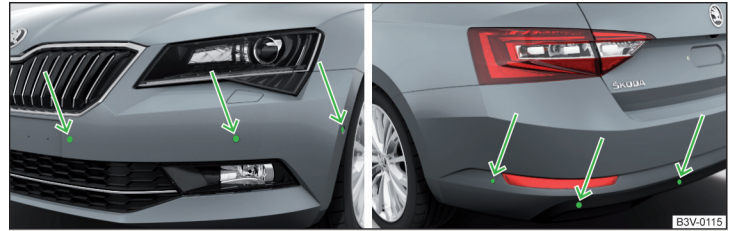

Abb. 266 Verbauort der Sensoren auf der linken Fahrzeugseite: vorn / hinten
- Die Systemsensoren » Abb. 266 auf Seite 226 sauber, schnee- sowie eisfrei halten und mit keinerlei Gegenständen abdecken, anderenfalls kann die Systemfunktion eingeschränkt sein.
Das System berechnet mithilfe von Ultraschallwellen den Abstand zwischen dem Stoßfänger und einem Hindernis. Die Ultraschallsensoren befinden sich je nach Fahrzeugausstattung im hinteren bzw. auch im vorderen Stoßfänger » Abb. 266.